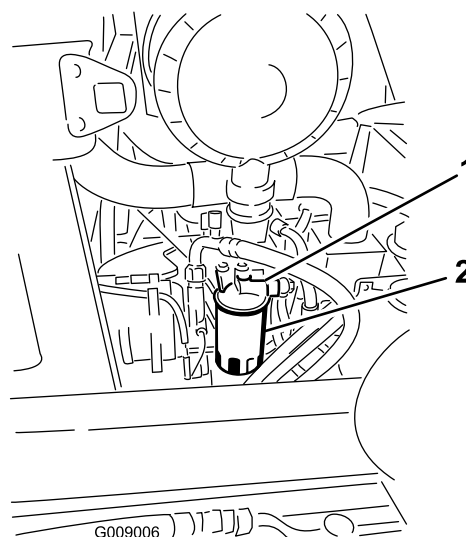

Figure 63
- Nettoyez la surface autour de la tête du filtre à carburant (Figure 63).
- Déposez le filtre et nettoyez la surface de montage de la tête du filtre (Figure 63).